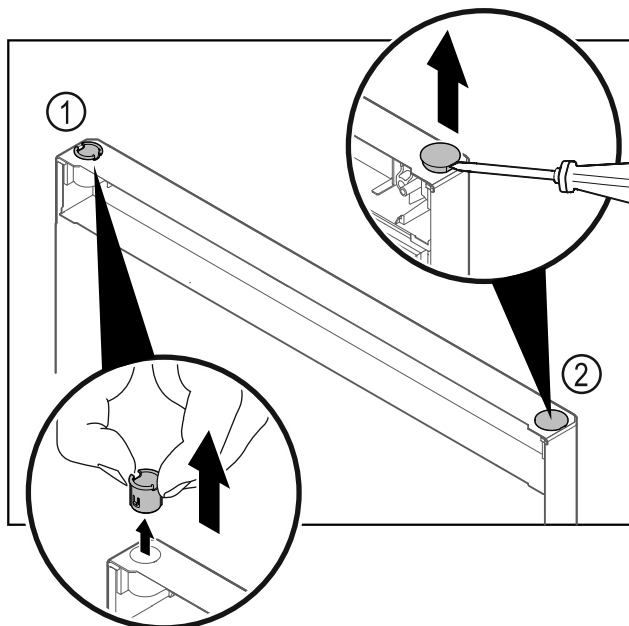

Fig. 29
- Húzza ki az ujjával a csuklópánt-perselyt Fig. 29 (1).
- A fedődugót Fig. 29 (2) egy lapos csavarhúzóval óvatosan emelje meg és húzza ki.